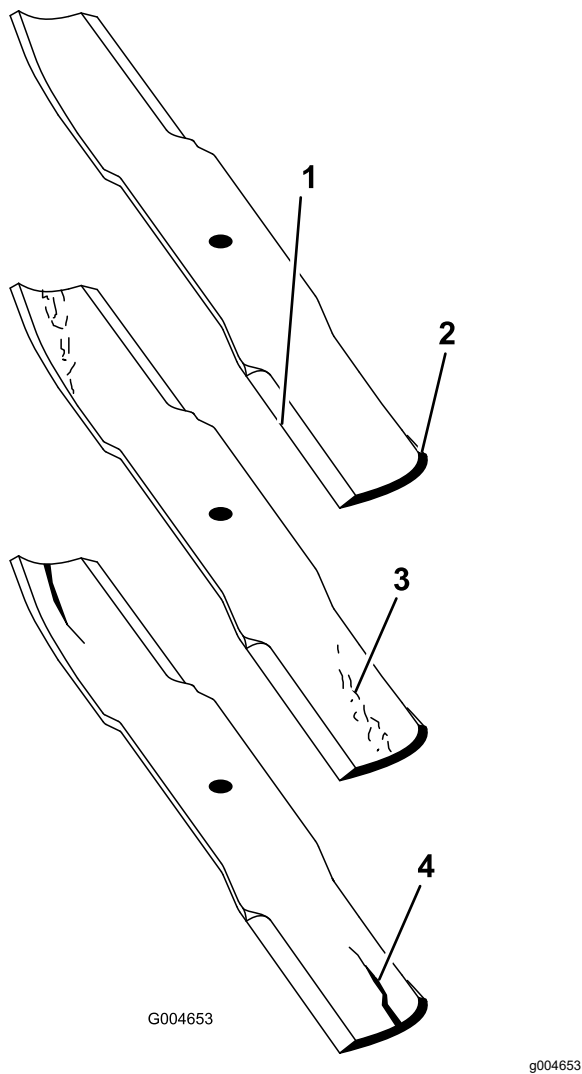

Figura 130
2. Examinai cu atenție capetele de tăiere ale lamei, în special acolo unde se întâlnesc părțile plate i curbate ale lamei (Figura 130).
Notă: Deoarece nisipul i materialele abrazive pot îndepărta metalul care unete partea plată cu cea curbată a lamei, verificați lama înainte de a utiliza maina de tuns iarba. Dacă se constată semne de uzură (Figura 130), înlocuiți lama.